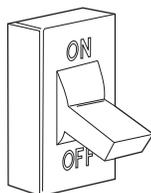

Fig. 9 – Mise hors tension
3. Coupez l'alimentation électrique à la chaudière. Consultez la Fig. 9.